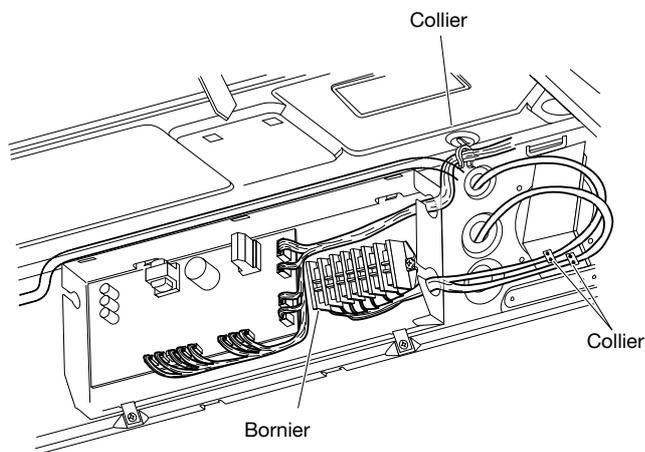

Fig. 3-10
6. Acheminez le fil de sortie depuis le récepteur le long du câble du moteur du volet et l'autre câble, puis fixez-les avec une attache. (Fig. 3-10)